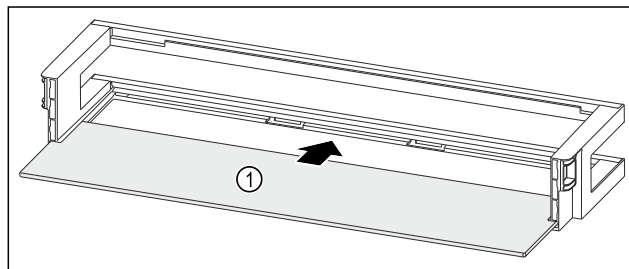

Fig. 62 Balconcino controporta con ripiano
- Inserire il ripiano Fig. 62 (1) negli incavi laterali.